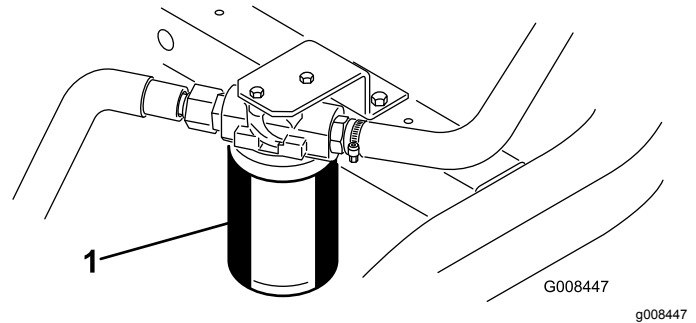

Figura 49
1. Pulite la superficie circostante il filtro (Figura 49). Collocate una bacinella di spurgo sotto il filtro e togliete il filtro.